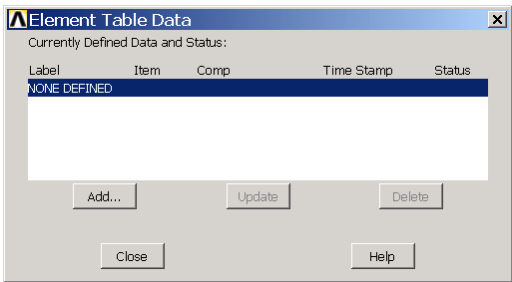

图6.25 单元表管理对话框
(1) 单击 Main Menu>General Postproc>Element Table>Define Table 菜单，弹出如图 6.25 所示的【Element Table Data】对话框。